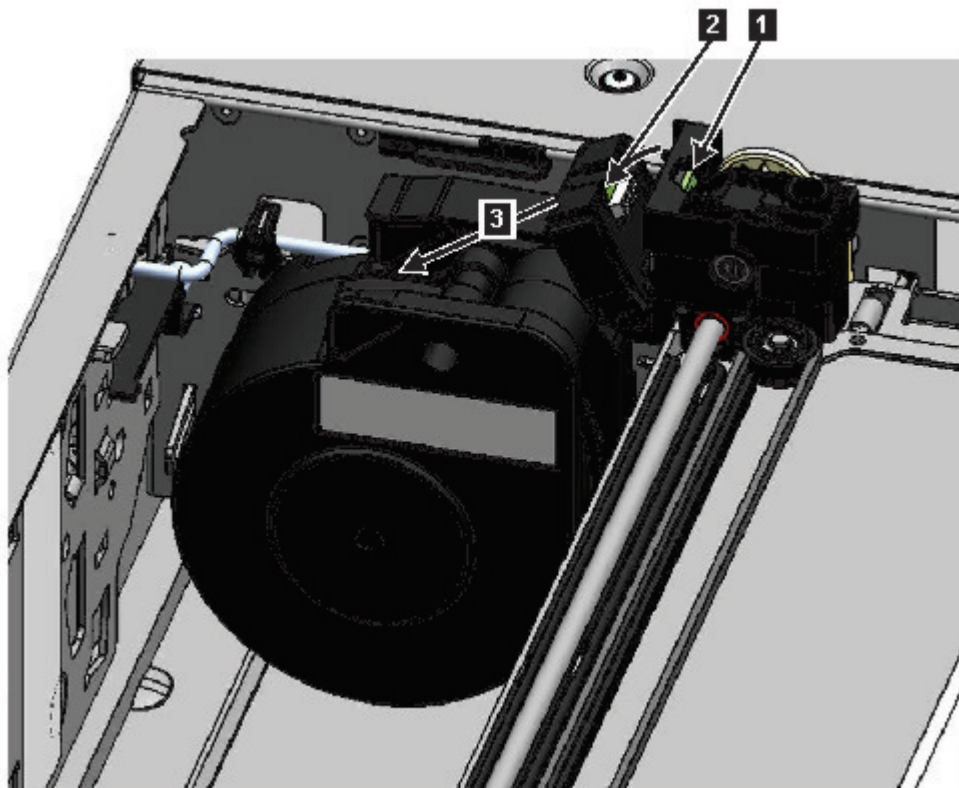

Figura 74. Desbloquee el cable de spooling y colóquelo en su soporte
7. En la parte superior del descriptor de acceso donde está conectado el cable de spooling, presione hacia abajo sobre el mecanismo de cierre (**1** en Figura 74) y, a continuación, incline la parte que contiene el cable de spooling (**2**).
8. Mueva el cable de spooling del descriptor de acceso y colóquelo en el soporte en la parte superior del mecanismo de spooling (**3** in Figura 74).